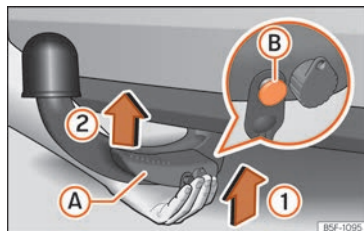

**Fig. 267** Collocare la sfera smontabile / perno di sblocco in funzione
- Sostenere la sfera smontabile dal basso » fig. 267 e incastrarla nell'alloggiamento